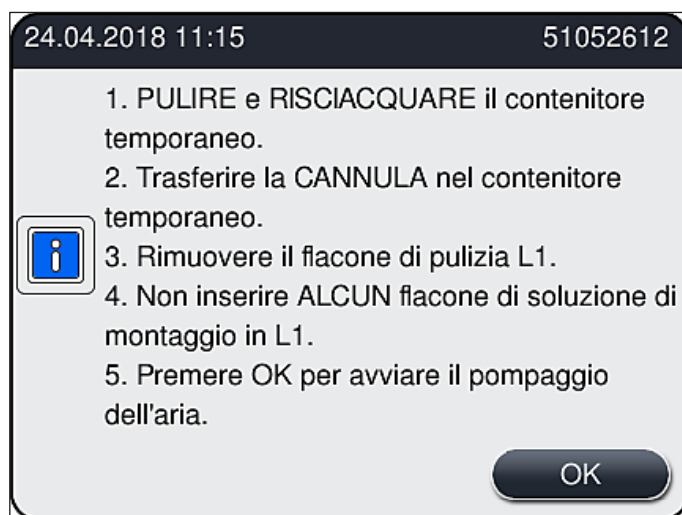

Fig. 105
4. Prendere nota del successivo messaggio informativo (→ Fig. 105) contenente istruzioni e confermarlo con il pulsante **OK**.